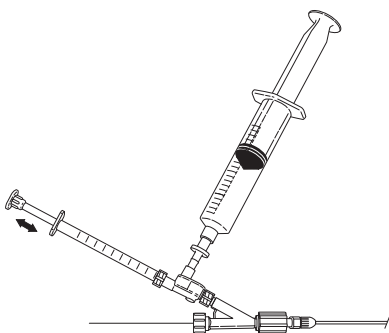

図8
10. 溶液を注入するときは、注入する量を1 mlシリンジに吸引してから注入します。必要に応じて、1 mlシリンジに再び溶液を満たし、注入操作を繰り返します。(図8)